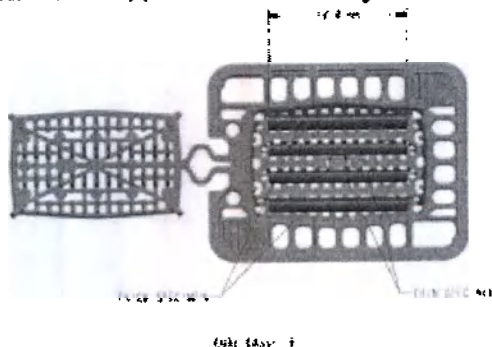

Рисунок 6P
2. Положив кассету на плоскую поверхность, разместите ткань сначала в центральные каналы. При необходимости используйте более чем одну кассету (рис. 6P и 6Q).